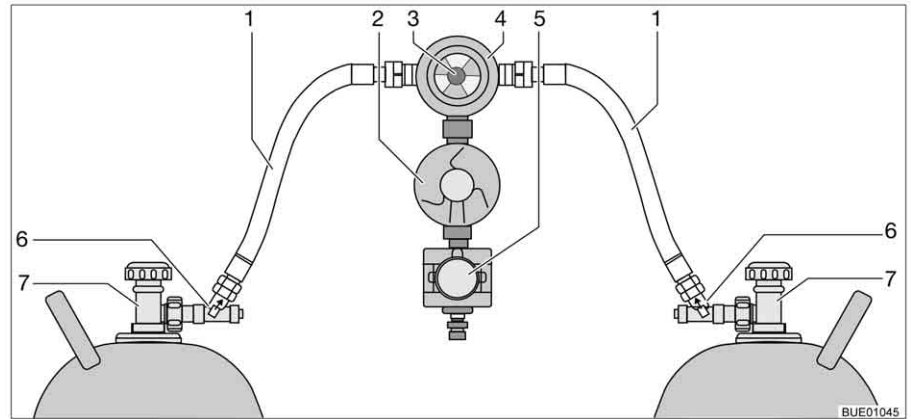

Fig. 125 Dispositif de commutation Crash Protection Unit
La Crash Protection Unit se compose de deux limiteurs de débit à verrouillage manuel (Fig. 125,6), d'une valve de commutation (Fig. 125,4) avec régulateur de pression (Fig. 125,2), d'une électrovanne (Fig. 125,5) et d'une unité de commande à DEL de trois couleurs. La valve de commutation est montée entre les deux lyres (Fig. 125,1).
Un bouton rotatif (Fig. 125,3), situé sur la valve de commutation, permet de définir laquelle des bouteilles de gaz est celle de service et laquelle est celle de réserve.
Seules les fonctions électriques peuvent être activées sur l'unité de commande (Fig. 126). Les robinets principaux des bouteilles de gaz (Fig. 125,7) et les dispositifs de déverrouillage (Fig. 125,6) doivent être ouverts manuellement.
- Ouvrir les robinets principaux des bouteilles de gaz (Fig. 125,7).
- Appuyer sur les dispositifs de déverrouillage (Fig. 125,6) l'un après l'autre pendant 10 secondes.
- Choisir la bouteille de gaz avec le bouton rotatif (Fig. 125,3) de la valve de commutation (Fig. 125,4) à partir de laquelle le gaz sera utilisé principalement (bouteille de service).
- Fermer les robinets principaux des bouteilles de gaz (Fig. 125,7).